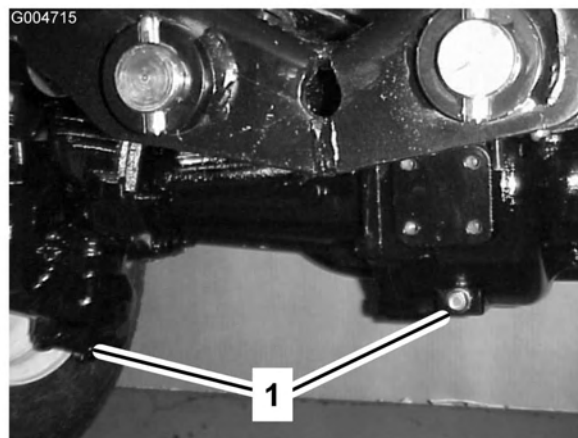

Figura 60
2. Limpe a zona em redor dos 3 tampões de escoamento, 1 em cada extremidade e 1 no centro (Figura 60).